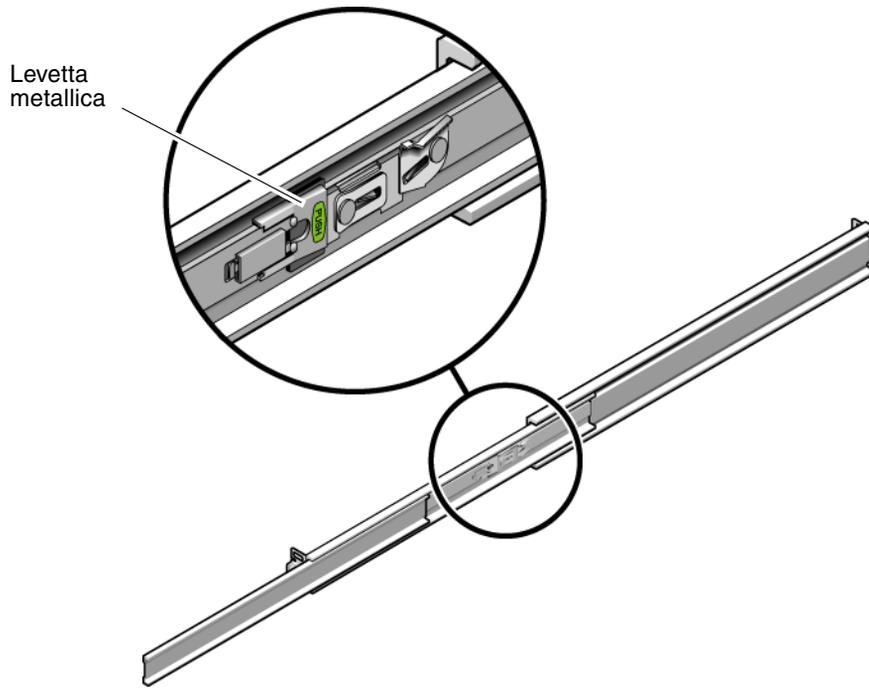

FIGURA 2-14 Sblocco delle levette di arresto delle guide
5. **Quando il server è stato estratto completamente, rilasciare le levette metalliche di arresto delle guide (FIGURA 2-14).**